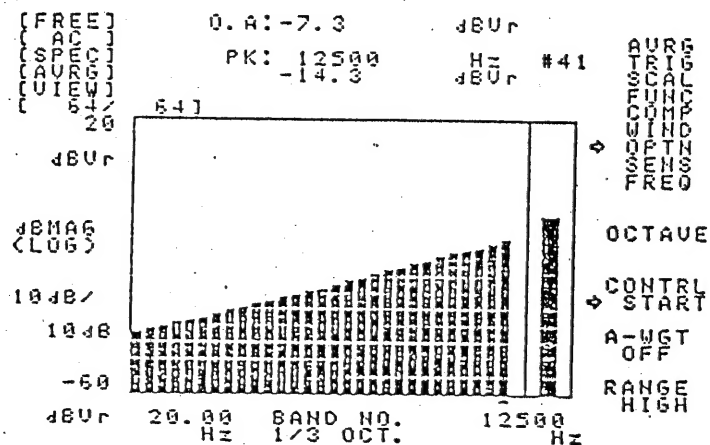

図 9
本器にホワイトノイズを入力し、1/3 オクターブ分析で AVRG セクションの ②⑨ START/STOP キースイッチを使ってアベレージを行なった分析結果を図 9 に示します。